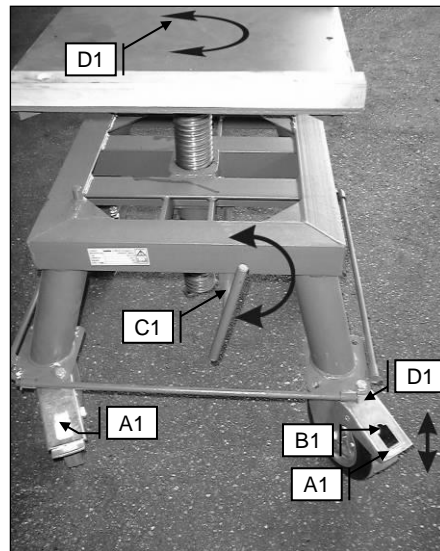

Abbildung 5.1 – Drehbock Saturn
- Zuerst prüfen, ob die zwei Totalfeststeller [Abb. 5.1; A1] des Drehbocks auf Stopp gestellt sind und ob die Feststellschraube [Abb. 5.1; C1] für die Arbeitshöhe angezogen ist.
- Kontrollieren Sie, ob die zwei Lenkrollen [Abb. 5.1; D1] des Drehbocks nach außen gedreht sind, wie in der Abbildung 5.1 ersichtlich.